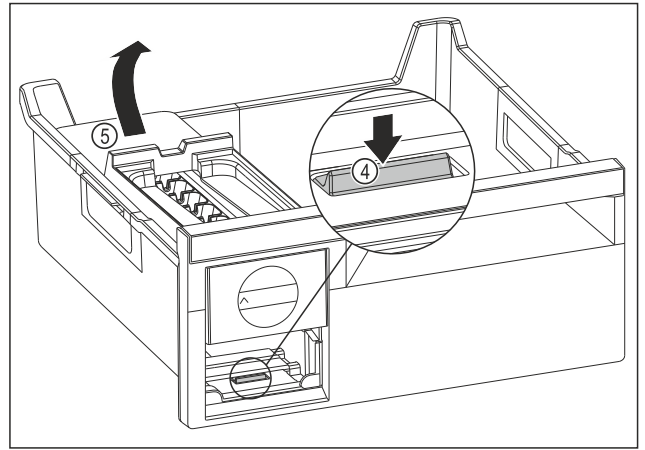

Fig. 145
- ▶ Extraer el cuerpo del EasyTwist-Ice: Presionar la lengüeta Fig. 145 (4) con los dedos hacia abajo subiendo al mismo tiempo por detrás con la otra mano el cuerpo del EasyTwist-Ice Fig. 145 (5).